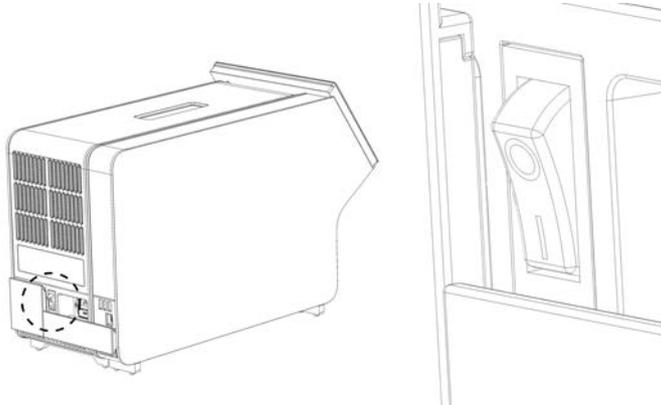

Figure 21. Localisez l'interrupteur d'alimentation et mettez-le sur la position « I ».
10. Mettez l'instrument sous tension en plaçant l'interrupteur d'alimentation situé à l'arrière du module analytique sur la position « I » (Figure 21, page suivante). Confirmez que les indicateurs d'état des modules analytique et opérationnel sont bleus.